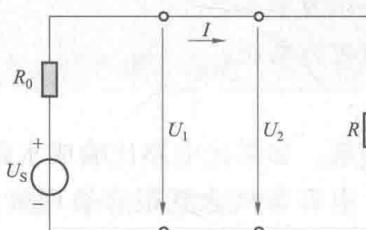

图1-3 电路的通路状态
(1) 通路(闭路)。通路是一般的有载工作状态,电源与负载接通,电路中有电流通过,电气设备或元器件可获得一定的电压和电功率,进行能量转换,如图1-3所示。